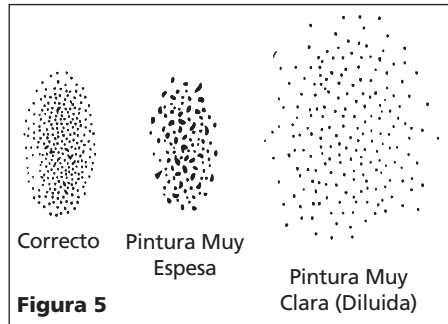

Figura 5
4. Con la pistola a 20,32 cm de la superficie, oprima el gatillo por un segundo, mientras gira la perilla de control del fluido en sentido contrario a las agujas del reloj. Observe el patrón de rociado en la superficie y ajuste la perilla de control del fluido hasta obtener el patrón deseado (atomización) (Vea la Figura 5).